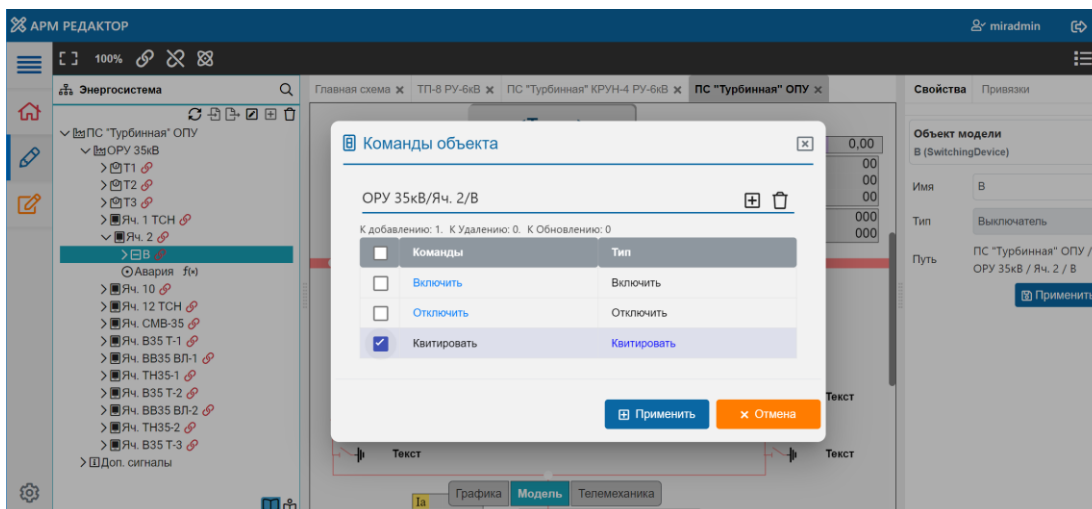

Рисунок 73
- добавить команду *Квитировать* (рисунок 73) в дереве энергосистемы в модель объекта типа «Выключатель»;